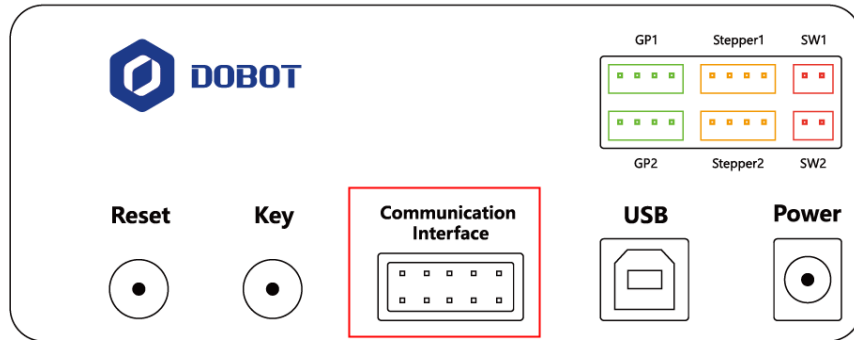

图 5.157 连接 WIFI 套件
**步骤 1** 将WIFI套件接入Dobot Magician底座的UART接口，如图 5.157所示。